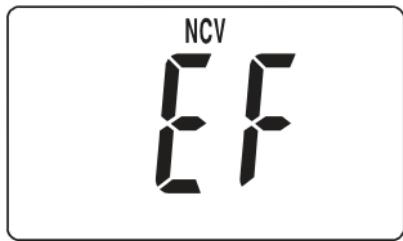

Abb. 3
1. Stellen Sie den Drehschalter in die Position NCV. Auf der Anzeige erscheint „EF“ (siehe Abbildung 3).